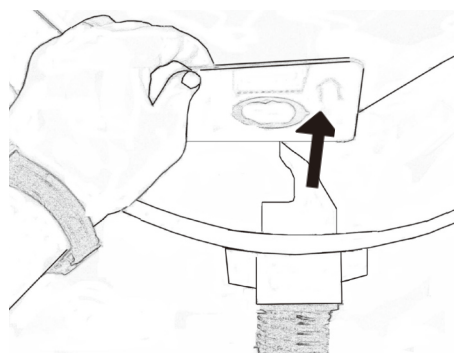

Fig. 22
5. Fjern støvsugerposen ved at tage fat om papafstivningen og forsigtigt trække kortet og posen væk fra beholderen, fig. 22. Fold den perforerede del af pappet mod åbningen af posen for at forhindre, at posens indhold slipper ud.